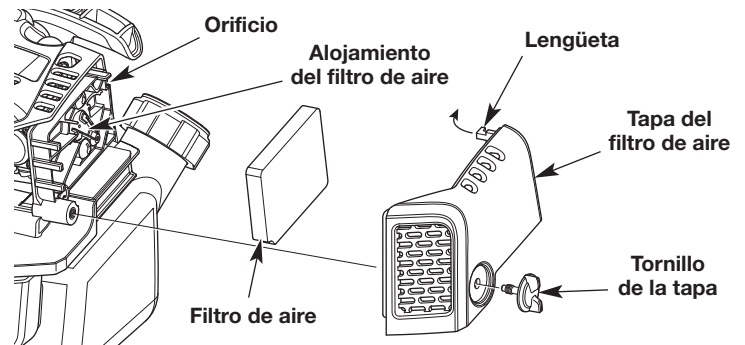

Fig. 24
1. Desenrosque completamente el tornillo de la tapa. Gire la cubierta del filtro de aire hacia la derecha. Extraiga la tapa del filtro de aire del alojamiento de dicho filtro (Fig. 24).
2. Extraiga el filtro de aire de su alojamiento (Fig. 24).
6. Vuelva a instalar el filtro de aire en su alojamiento (Fig. 24).
7. Inserte la lengüeta sobre la cubierta del filtro de aire dentro del orificio en el alojamiento del filtro de aire. Gire la cubierta del filtro de aire hacia la izquierda. Oprima la tapa del filtro de aire nuevamente en el alojamiento de dicho filtro. Inserte el tornillo de la tapa dentro de la tapa del filtro de aire. Apriete el tornillo de la tapa para sujetar dicha tapa (Fig. 24).